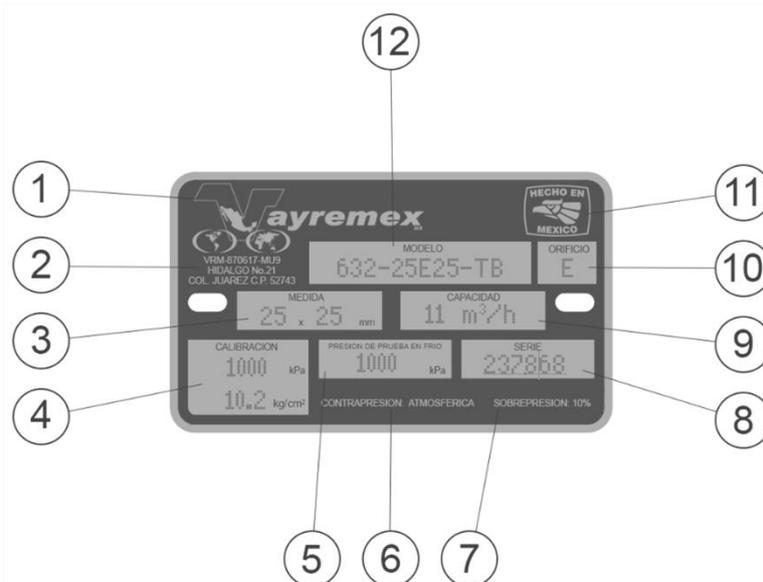

Fig.2 Formato de placa de identificación.
12. MODELO, es el modelo que identifica a la construcción de la válvula. Con el ejemplo de la fig.2 cada dato representa: